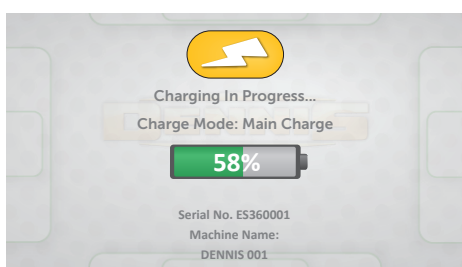

Fig. 17D - Indicateur de progression de la charge
4. L'affichage de la machine indique maintenant que la machine est en charge (Fig. 17D). Le chargeur affichera également un témoin rouge fixe pour indiquer que la charge est en